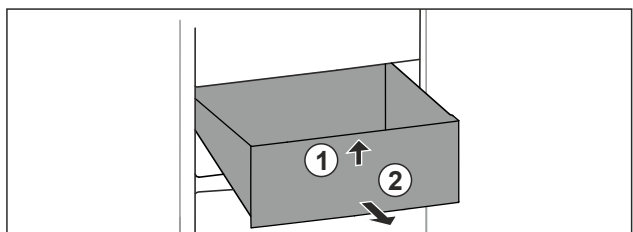

Fig. 68
- ▶ Soulever la partie avant du tiroir. Fig. 68 (1).
- ▶ Retirer le tiroir par l'avant. Fig. 68 (2)